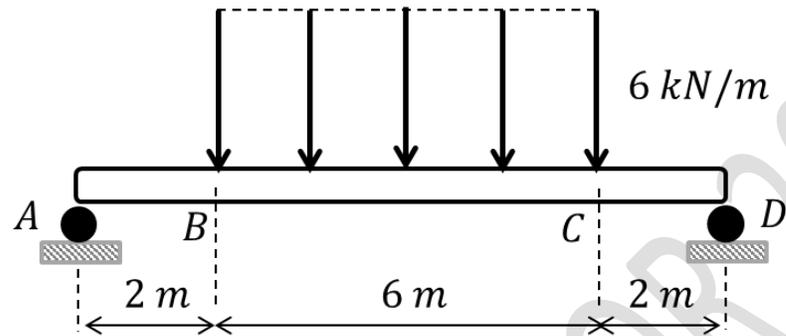

Fig. 9.12.
9.12.- La viga ABC está montada en dos soportes A y C y sometida a una fuerza distribuida lineal como muestra la Fig. 9.12. Determinar: